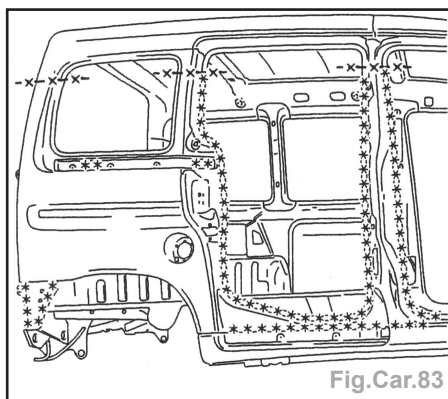

Fig.Car.83
- Tracer puis découper à l'aide d'une scie (Fig.Car.83).
- Souder par points électriques (Fig.Car. 83/84).
- Souder par points bouchons MAG (Fig Car.83/84).
- Souder par cordon MAG (Fig.Car.83/84).
- Meuler les points de soudure MAG (Fig. Car.83/84).